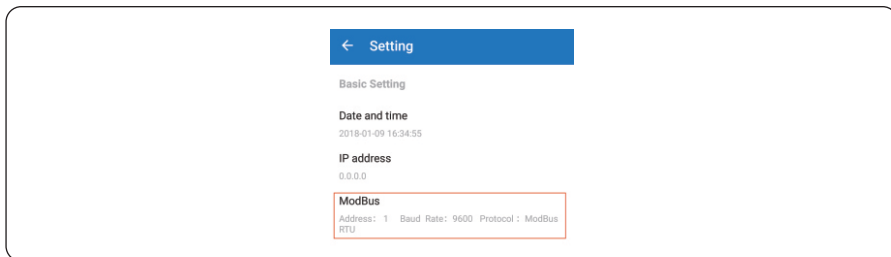

Figura 5.21 Verifique o endereço Modbus
Passo 3 Verifique o endereço Modbus na Figura 5.21, o endereço padrão é 1, clique longamente para revisar o endereço e salvá-lo, o inversor no mesmo barramento RS485 deve ser configurado com um endereço único.